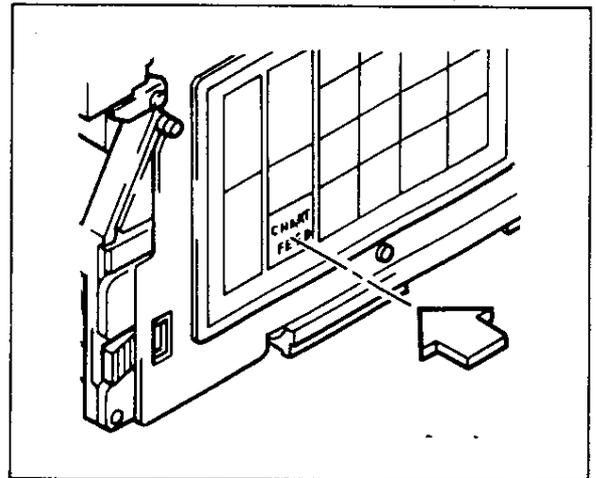

図 5.8
- (11)  キーを押して、記録紙が順調に送られることを確認してください*（図 5.8）。